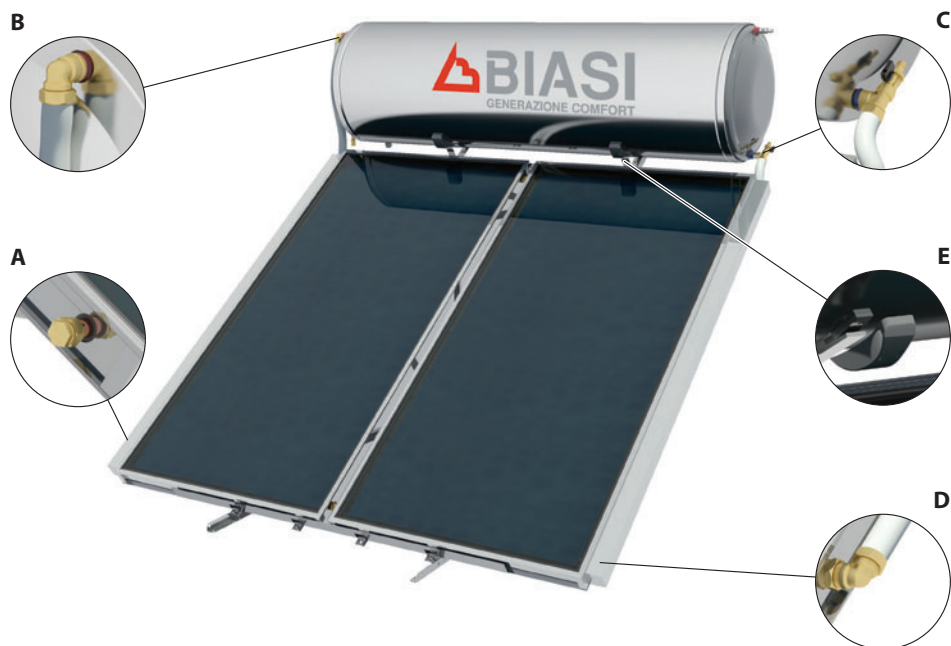

Figura 2.10
- 10 Fissare i due tappi sulla parte in alto a destra e in basso a sinistra del collettore/i* (Figura 2.10 A). Posizionare il serbatoio sulla base con la flangia rivolta a sinistra (guardando il o i collettori frontalmente).
- 12 Avvitare il raccordo a gomito sull'ingresso mantello del serbatoio e sul tubo in alto a sinistra del collettore solare (parte sinistra del sistema). Inserire il tubo corto con la coibentazione tra il raccordo a gomito del collettore e il raccordo a gomito avvitato sull'ingresso mantello del serbatoio (Figura 2.10 B).
- 13 Avvitare il raccordo a T con la valvola di riempimento, sul tubo ingresso mantello sul lato destro del serbatoio (Figura 2.10 C).
- 14 Fissare il tubo lungo al raccordo a T sul lato destro del serbatoio (Figura 2.10 C).
- 15 Fissare il raccordo a gomito sul tubo in basso a destra del collettore solare. Inserire l'altra estremità del tubo nel raccordo a gomito fissato sul collettore (Figura 2.10 D), dopo aver inserito sul tubo la coibentazione. Stringere tutti i raccordi del sistema (collettore/serbatoio).
- 17 Incastrare i coperchi della base di supporto del serbatoio (Figura 2.10 E).